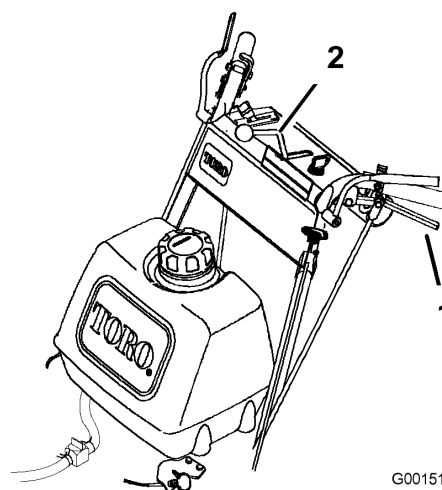

Figure 13
4. Relâchez lentement les leviers de déplacement pour avancer (Figure 13).
Pour avancer en ligne droite, relâchez les leviers de déplacement également (Figure 13).
Pour tourner, serrez le levier de déplacement du côté vers lequel vous voulez tourner (Figure 13).
Resserrez lentement les leviers de déplacement pour faire marche arrière (Figure 13).